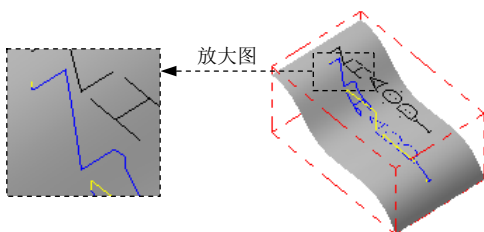

图 11.5.5 刀具路径
(2) 单击 选项卡的 区域确认 选项处于选中状态, 其他选项保持系统默认设置, 单击“曲面精加工投影”对话框中的 按钮, 同时在图形区生成图 11.5.5 所示的刀具路径。
(2) 在“路径模拟控制”操控板中单击 按钮，系统将开始对刀具路径进行模拟，结果与图 11.5.5 所示的刀具路径相同，在“路径模拟”对话框中单击 按钮。